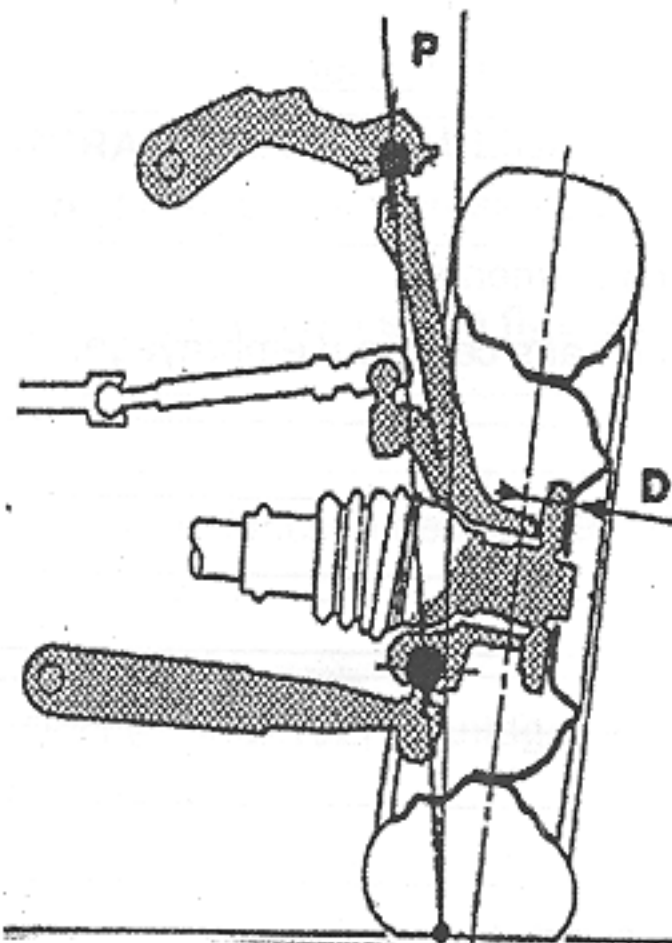

Figure 1A : Angles caractéristiques
I.1.1 Nommer les angles caractéristiques repères P et D de la figure 1A ci-dessus.